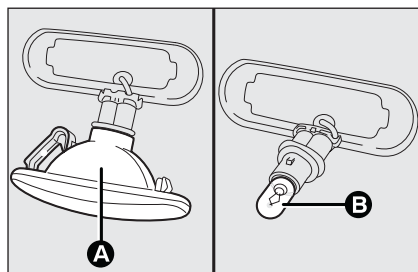

fig. 28
- ☐ saque la pantalla transparente **A-fig. 28** del portalámpara (está introducido a presión);